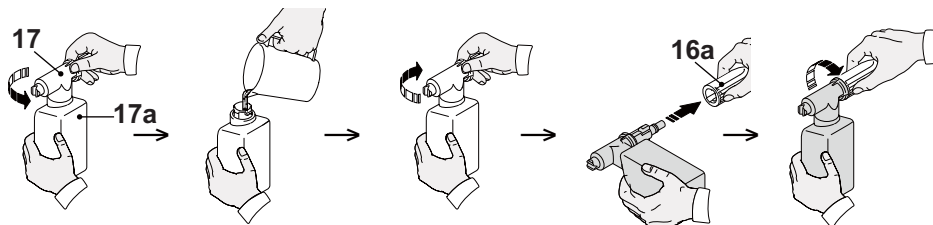

Fig. 11
1. Dévissez la buse (17) du réservoir (17a) en la tournant dans le sens inverse des aiguilles d'une montre.
3. Remettez en place la buse (17) sur le réservoir (17a).
4. Fixez la buse à détergent sur le port de connexion (16a) du pistolet (16) et tournez-la dans le sens des aiguilles d'une montre pour la verrouiller (fig. 11)